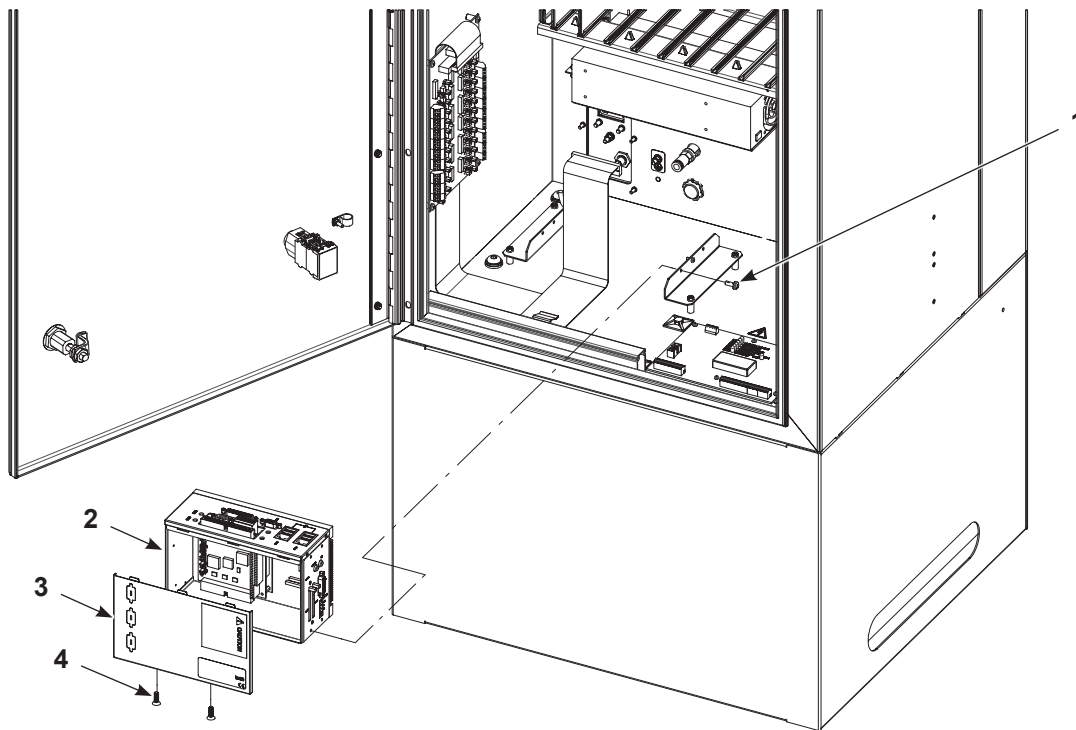

Рис. 5-7 Демонтаж ПК
1. См. Рис. 5-7. Изнутри шкафа iControl отсоединить все провода и кабели от ПК (2).
2. Извлечь ПК из iControl, вывернув винты (1) рейки DIN.
3. Снять переднюю панель (3) ПК, вывернув винты (4) передней панели.